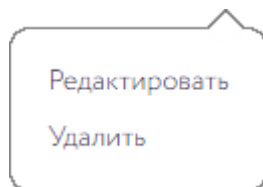

Рисунок 32 – Подменю управления ПИ
1. В окне «Настройка рабочей области» нажать на «…» в соответствующем поле ПИ (см. рисунок 32). После чего развернется подменю управления, в котором нужно выбрать пункт «Изменить».